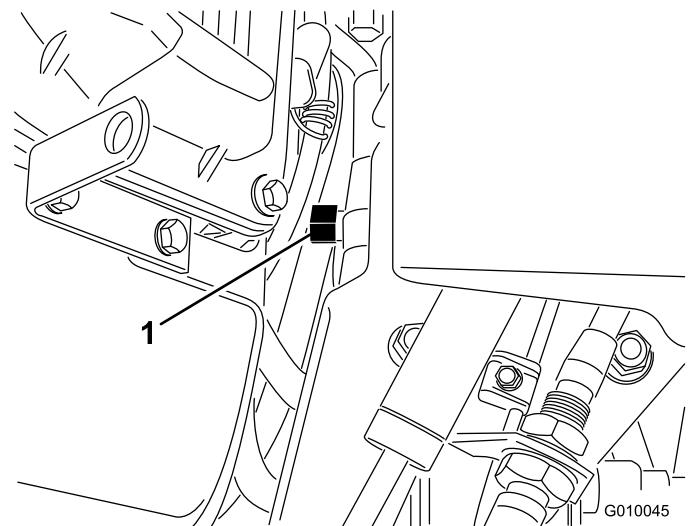

Figure 30
- À l'aide d'une clé de 5/8 pouce, tournez la vanne de dérivation d'un tour dans le sens antihoraire. Cela permet au liquide hydraulique de contourner la pompe et aux roues de tourner (Figure 30).
- Pour remettre l'aérateur en service, tournez la vanne de dérivation d'un tour dans le sens horaire (Figure 30).